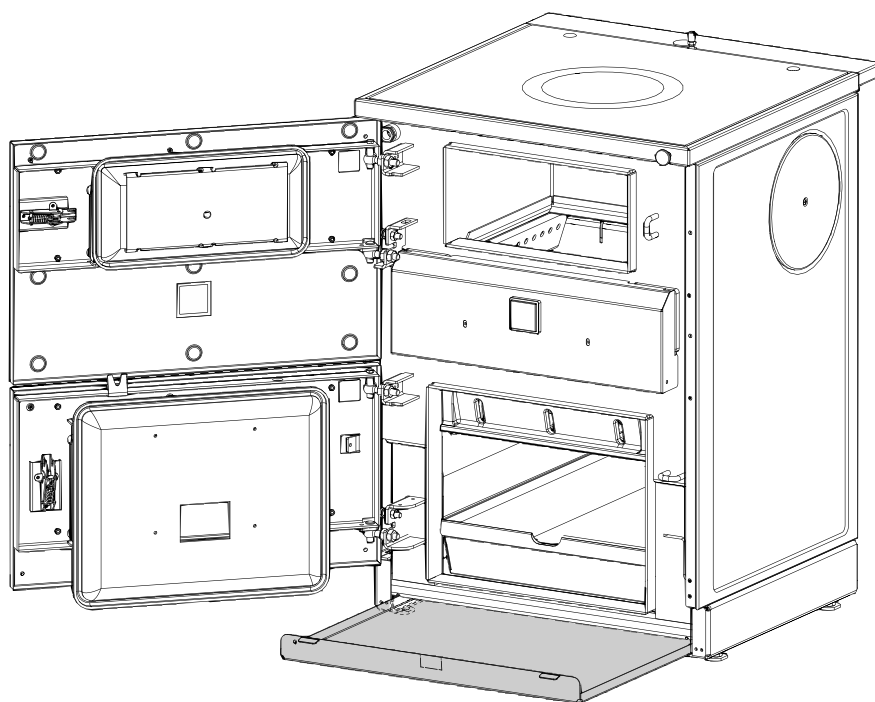

Fig. 37 Installation du tiroir de protection du sol
- Ouvrir la porte de cendrier, insérer le tiroir de protection du sol dans le bas – Fig. 37.